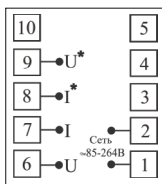

Рис. 7 – Клеммы подключения. Тип корпуса P44
2. Подключите питание к прибору с помощью клемм 1, 2 на задней панели прибора (см. рис. 7–9).